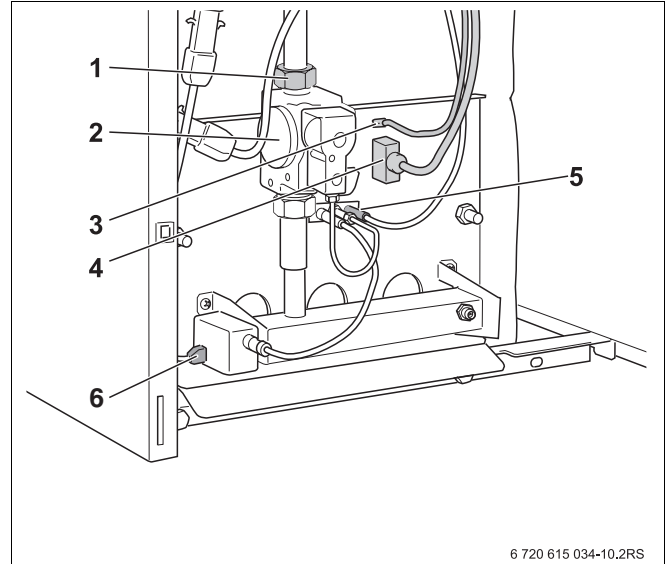

Abb. 34 Brenner ausbauen
- Gasarmatur an der Verschraubung (Abb. 34, **Pos. 1**) von der Hauptgasleitung trennen.
- Anschlusskabel (Abb. 34, **Pos. 4**) und Erdungskabel (Abb. 34, **Pos. 3**) von der Gasarmatur trennen.
- Steckverbindung (Abb. 34, **Pos. 5**) am Überwachungskabel lösen.
- Steckverbindung am Zündtrafo (Abb. 34, **Pos. 6**) lösen.